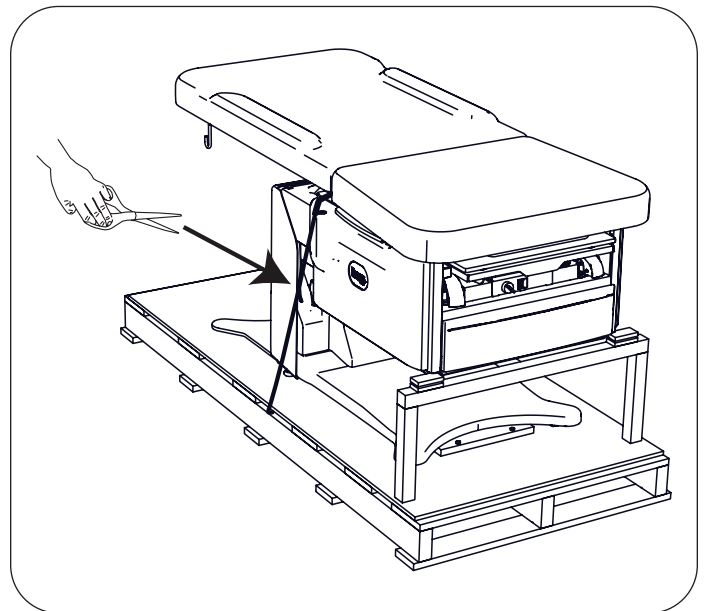

Figure 7. Couper la sangle de transport
- Couper la sangle de transport et la mettre au rebut ainsi que le tube en mousse (Figure 7).